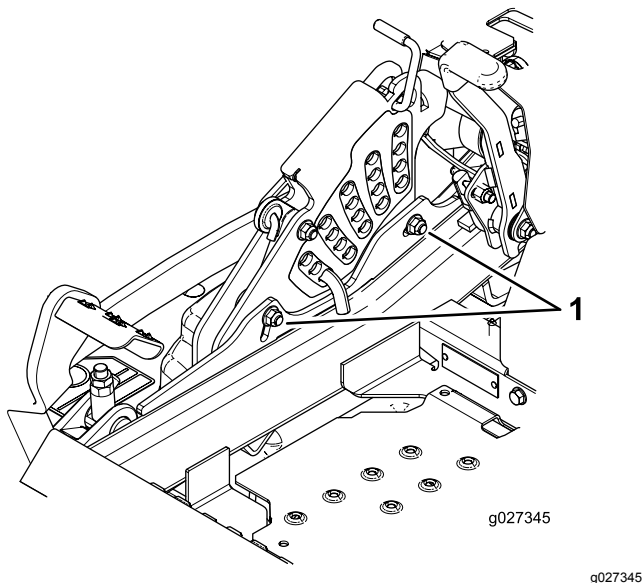

Figura 101
11. Para ajustar el sistema de ajuste de un solo punto, afloje los 2 pernos situados cerca del borde inferior de la pletina de altura de corte (**Figura 101**).
13. Apriete los 2 pernos en el borde inferior de la pletina de altura de corte (**Figura 101**).